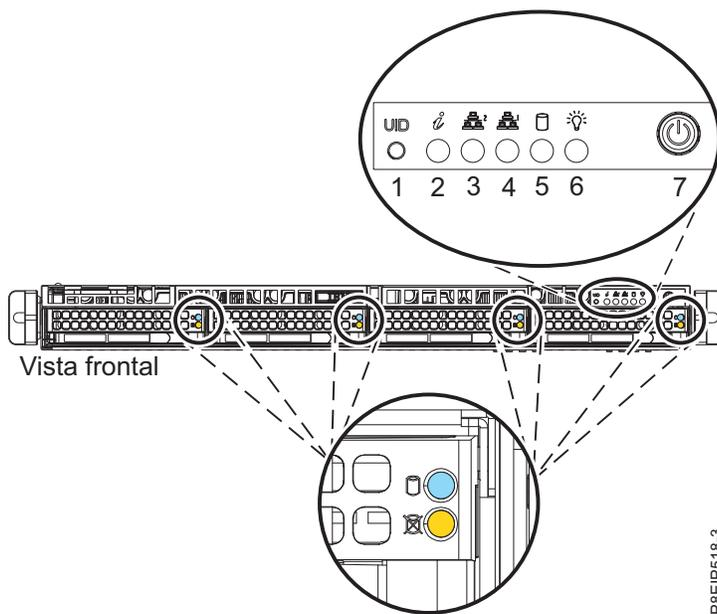

Figura 66. Interruptor de alimentación de 7063-CR1
2. Pulse el botón de encendido (7) que se muestra en Figura 66. Puede que tenga que pulsar el interruptor de 0,5 a 3 segundos.